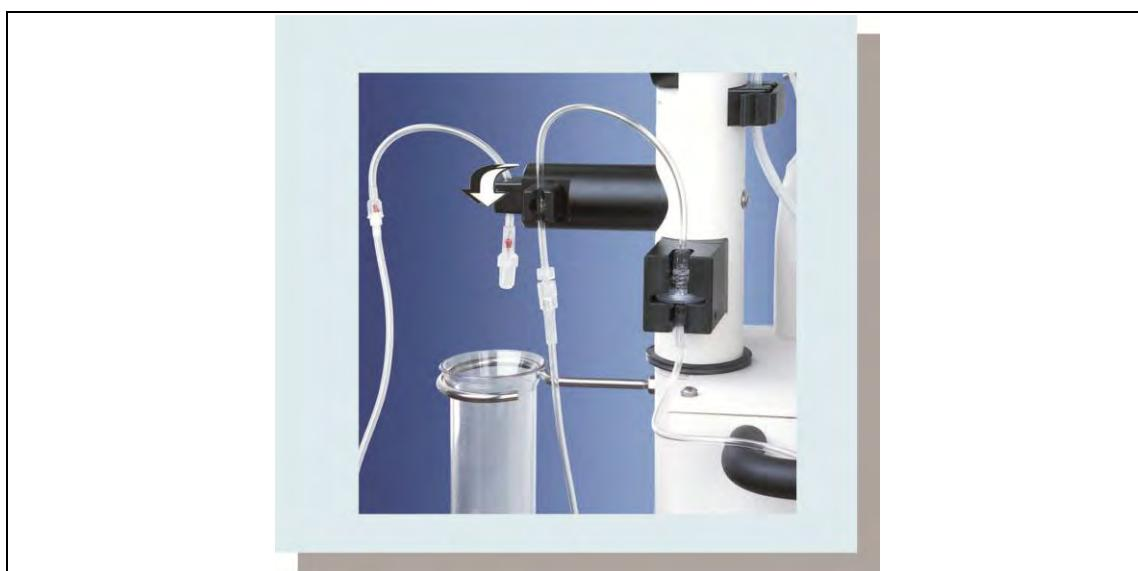

Рис. 14: Поворотный держатель трубок и сливная ёмкость
5. Вложить трубку в поворотный держатель (см. Рис. 14, стр. 33).